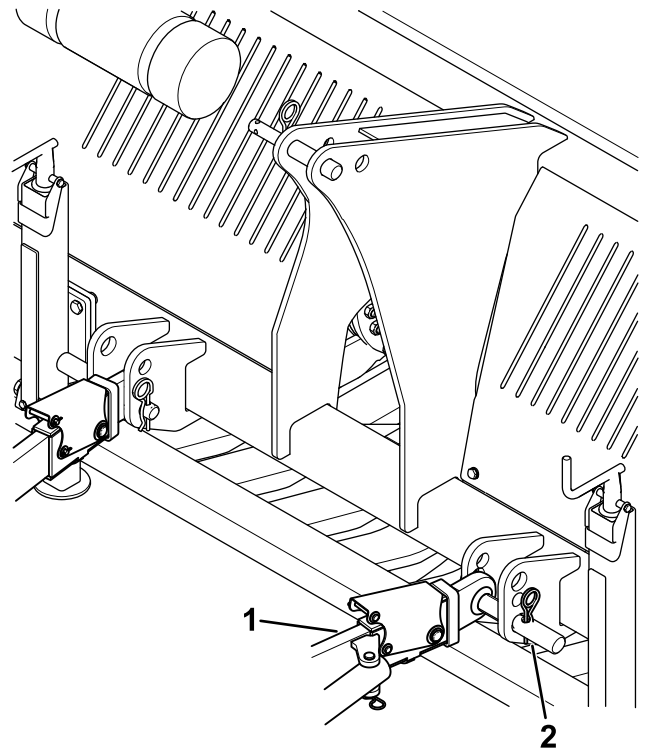

Figura 27
8. Retire los brazos de enganche inferiores (Figura 27).